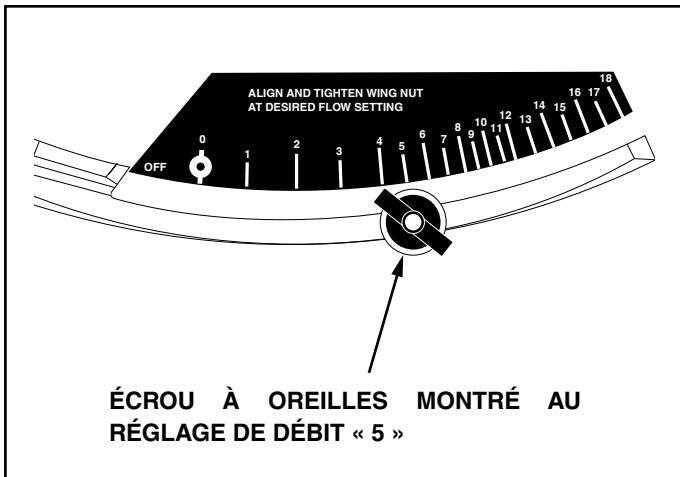

FIGURE 24
- Desserrer l'écrou à oreilles en plastique et l'amener au réglage souhaité. Serrer l'écrou à nouveau. Voir la figure 24.